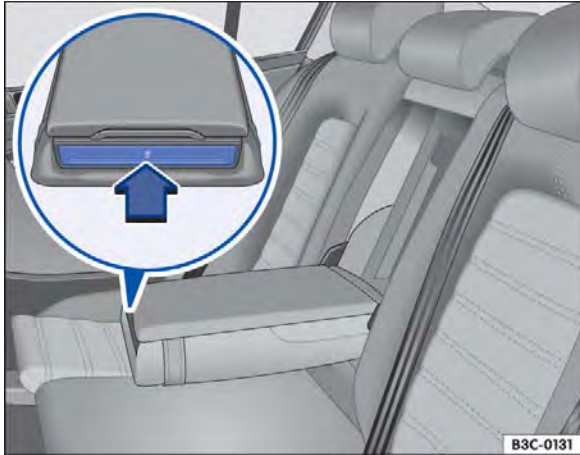

Fig. 120 No descansa-braço central traseiro: estender o porta-copos.
- Pressionar a parte dianteira do console central ⇒ Fig. 120 no sentido da seta. O porta-copos se estende.